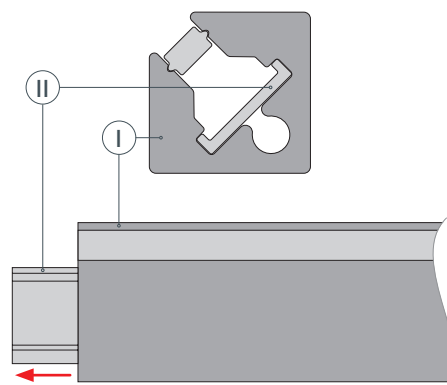
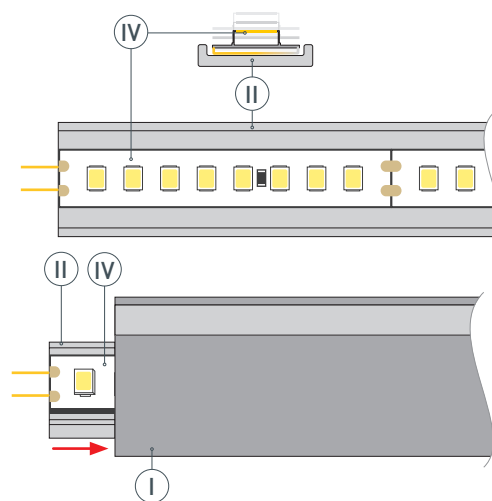

Рис. 1. Извлечение выдвижной пластины Ⓜ из профиля Ⓘ, вид сверху
Рис. 2. Установка выдвижной пластины Ⓜ со светодиодной лентой Ⓓ в профиль Ⓘ, вид сверху
- 2** / Извлеките выдвижную пластину Ⓜ из профиля Ⓘ, как показано на рис. 1. Перед приклеиванием светодиодной ленты Ⓓ рекомендуется обезжирить поверхность выдвижной пластины Ⓜ. Установите светодиодную ленту Ⓓ на выдвижную пластину Ⓜ. Задвиньте выдвижную пластину Ⓜ обратно внутрь профиля Ⓘ, как показано на рис. 2.